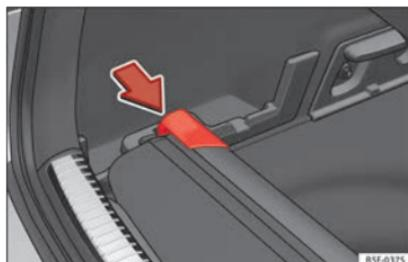

Fig. 166 Dans le coffre à bagages : logement pour ranger la plage arrière.
- Appuyez sur la tête de la plage arrière enroulable dans le sens de la flèche jusqu'à l'insérer dans le logement prévu à cet effet »» fig. 166.